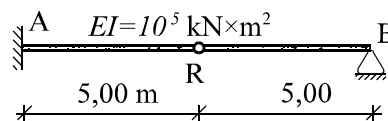

Figura 16
16) Dibujar a estima la línea de influencia del giro θ_B del extremo B de la viga de la figura 16. Acotar su valor para carga vertical unidad en la rótula R .